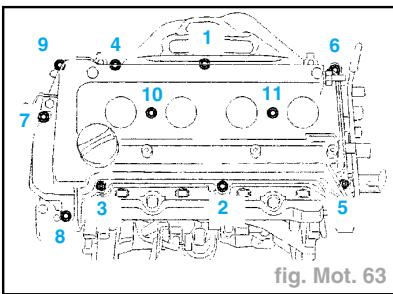

fig. Mot. 63
- Déposer les 7 boulons, les 2 rondelles d'étanchéité, les 2 écrous, le cache-soupapes et le joint d'étanchéité (fig. Mot. 63).